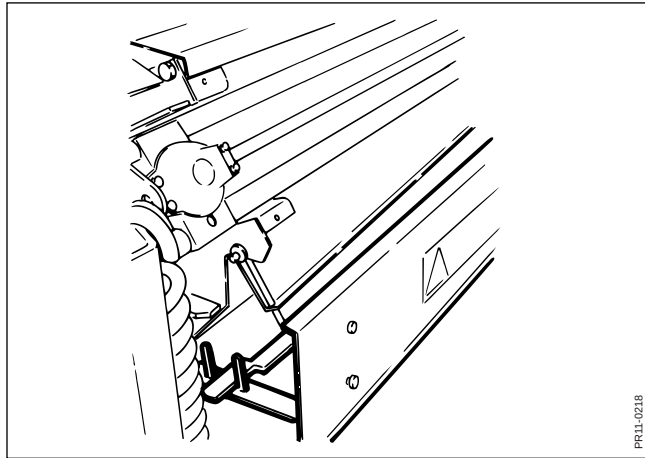

Fig. 4-20
- Fig. 4-20** 2. Skærm mellem slibeapparat og rotor sænkes ned, så der er frit mellem apparatet og rotoren.